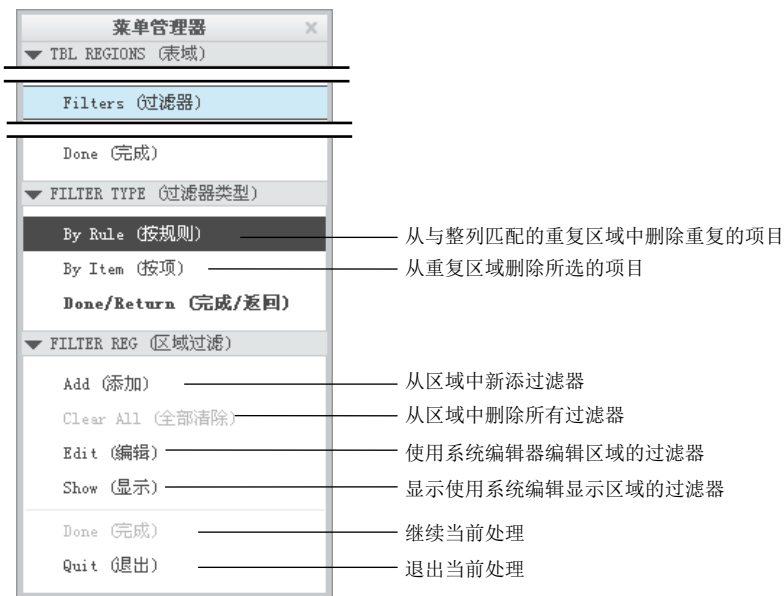

图 7.1.23 “表域”菜单
Step2. 系统提示  选择一个区域, 选取在 X 方向展开的重复区域, 如图 7.1.22 所示。在弹出的 FILTER TYPE (过滤器类型) 菜单中选择 By Rule (按规则) 命令, 在 FILTER REG (区域过滤) 菜单中选择 Add (添加) 命令, 如图 7.1.23 示。